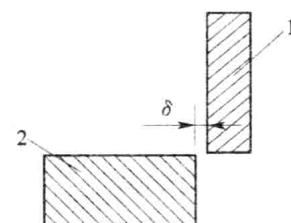

图 1—22 调整刀口间隙
**步骤 6** 按所剪板料的厚度调整好刀口间隙，如图 1—22 所示。